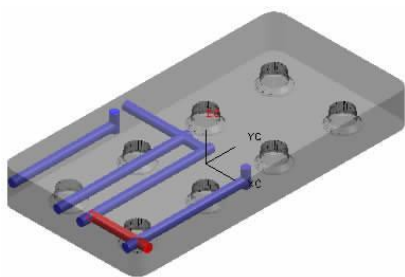
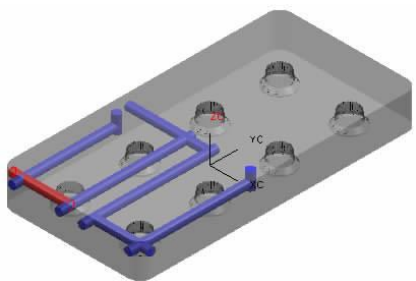

图5-108
图5-109
10. 选择冷却水道，如图 5-108 所示，在【装配】工具条中单击【镜像装配】按钮，弹出【镜像装配向导】对话框。单击【创建基准平面】、【YC-ZC】和 **确定** 按钮，然后单击两次 **下一步 >** 和 **完成** 按钮创建镜像冷却水道，如图 5-109 所示。